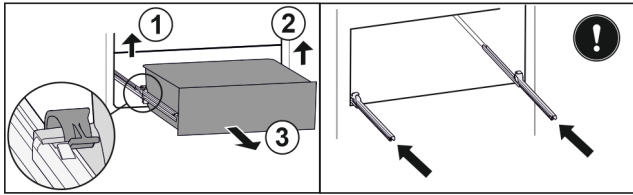

Fig. 48
- ▶ Levante la abrazadera izquierda y tire del cajón izquierdo hacia delante al mismo tiempo. Fig. 48 (1)
- ▶ Levante la abrazadera derecha y tire del cajón derecho hacia delante al mismo tiempo. Fig. 48 (2)
- ▶ Extraiga el cajón hacia delante. Fig. 48 (3)